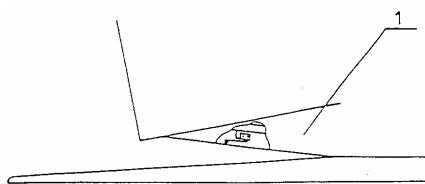

Рис. 14
Нижняя крышка кресла (1) см. рис. 14 имеет функцию аварийного выключателя. Если при перемещении кресла вниз произойдет касание крышки и какого-либо препятствия (например, нога обслуживающего персонала), то перемещение мгновенно прекратится. После устранения препятствия кресло снова готово к дальнейшей работе.